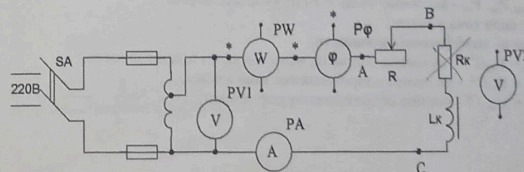

Рисунок 9.2– Схема неразветвленной цепи переменного тока с катушкой индуктивности и реостатом
2. Собрать электрическую схему (рис. 9.2), состоящую из последовательно соединенных реостата и катушки индуктивности. Представить ее преподавателю для проверки.